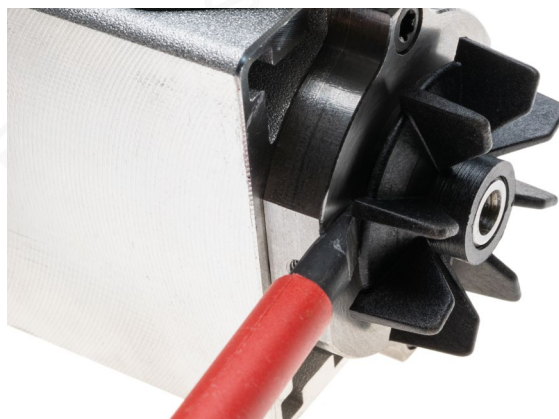

Bild 4: Abhebeln des Lüfterrades
- Hebeln Sie mit einem breiten Schlitzschraubendreher ebenso vorsichtig wie nachdrücklich das Lüfterrad von der Welle. Das Rad sitzt sehr fest, bewahren Sie Geduld. Drehen Sie das Rad nach jedem Anheben ein Stück weiter. Siehe Bild 4.